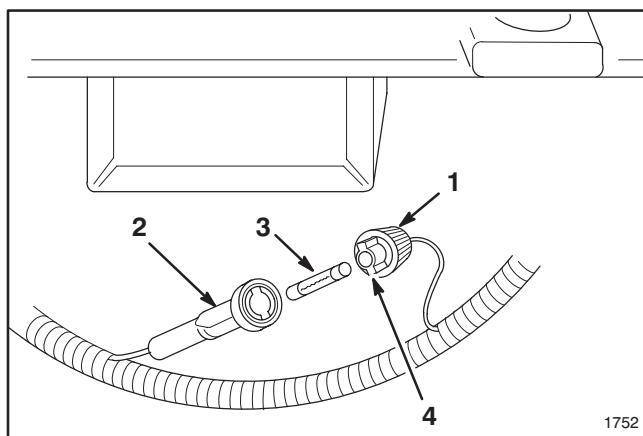

Figure 28
1. Presser les deux sections du porte fusible l'une contre l'autre. Tourner le capuchon pour ouvrir le porte-fusible (Fig. 28).